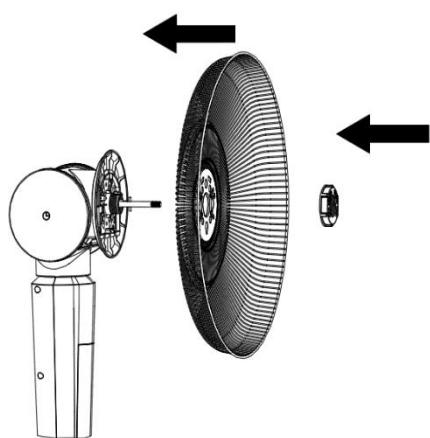

Рис. 3
- C. Встановіть задню захисну решітку на передню кришку мотору та вирівняйте монтажні точки відносно отворів на решітці. Зафіксуйте гайками (Рис. 3).